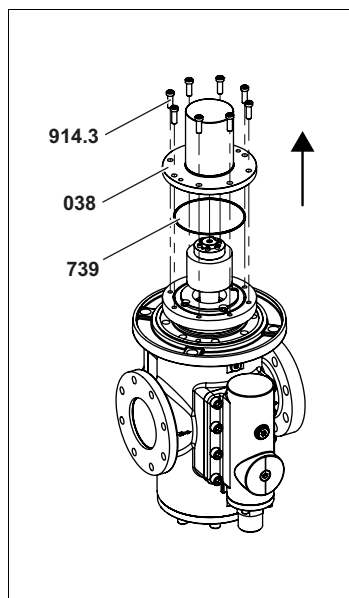

Fig. 6
2. Desserrer les vis cylindriques **914.3** entre le boîtier de protection **038** et la pompe. Retirer le boîtier de protection et enlever le joint torique **739**, voir Fig. 6, page 32.